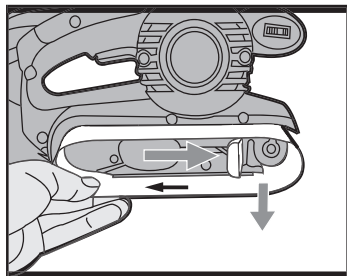

Fig 4
Levante la palanca (5) para liberar la tensión de la cinta. Saque la cinta vieja y coloque la nueva sobre los dos rodillos (Ver Fig 4). Verifique que las flechas de sentido de rotación de la cinta y de la lijadora coincidan. Cierre la palanca para tensionar la cinta.